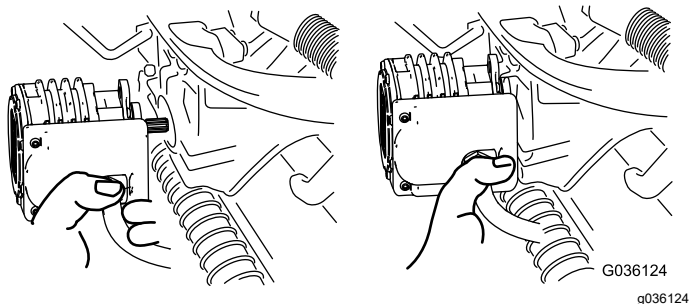

Figure 56
5. Amenez le moteur à la position de rangement sur l'avant du bras de suspension (Figure 56).